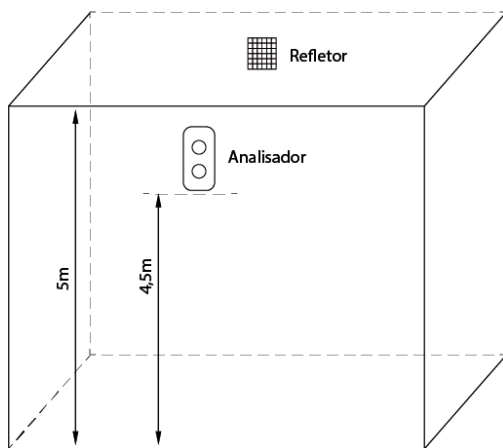

Fig. 4
a) Quando a altura do espaço for inferior a 5m, o analisador e refletor devem ser instalados a 0,5m do teto, como mostrado na Fig. 4.